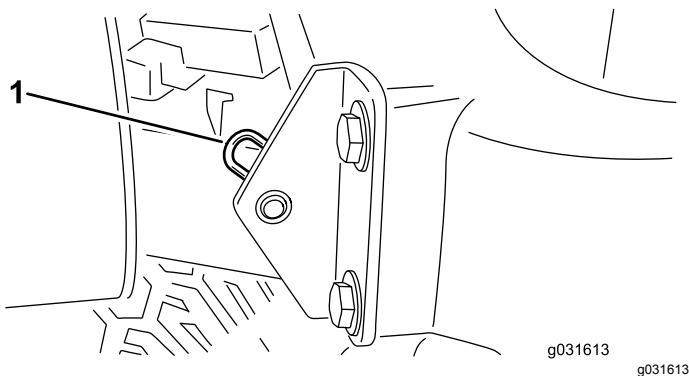

Figura 25
2. Retire el pasador que fija el pivote del capó a los soportes (Figura 25).